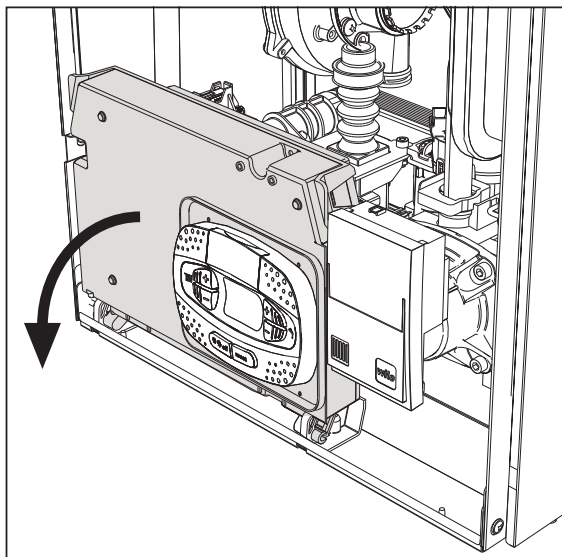
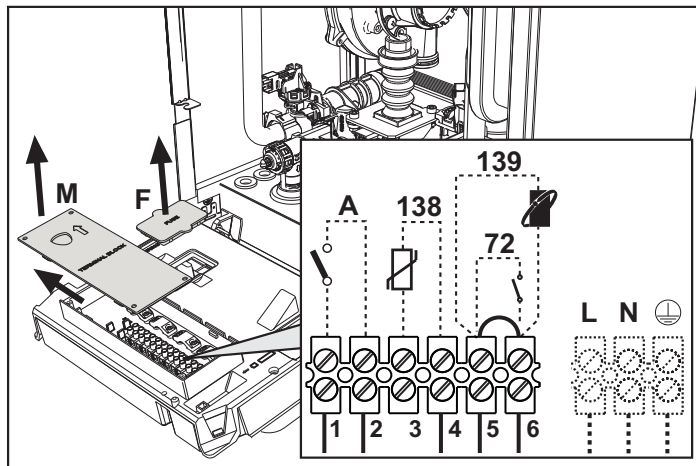

рис. 19
рис. 20
После снятия передней панели ( \*\*\* 'Открытие передней панели' on page 81 \*\*\* ) можно получить доступ к клеммной колодке (M) и предохранителю (F), действуя согласно нижеприведенным указаниям (рис. 19 и рис. 20). **Клеммы, указанные на рис. 20, должны иметь чистые контакты (не 230В).** Расположение зажимов и их назначение показаны также на электрической схеме на рис. 62.